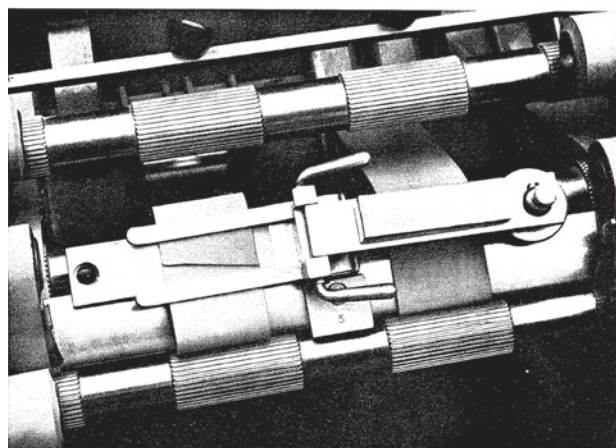

图4
3. 将压合器连同涂好胶粘剂的胶圈一起放入牵伸系统（图4）。